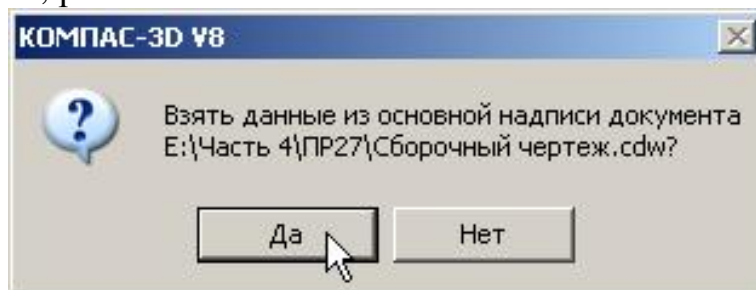

Рис. 68
- 3) Откройте сборочный чертеж. Подтвердите выполнение операции, рис. 68.